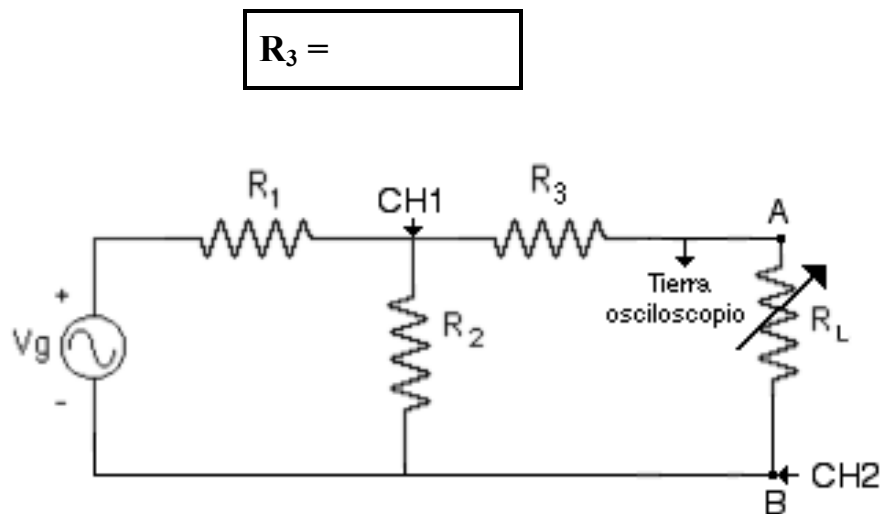

Figura 7.4.- Circuito para comprobar el teorema de Máxima Transferencia de Potencia con R_L variable utilizando el osciloscopio
13.-Teorema de Máxima Transferencia de Potencia (R_L variable): El circuito anterior se va a utilizar para comprobar el Teorema de Máxima Transferencia de Potencia cuando se conecta una carga resistiva, utilizando el osciloscopio y midiendo la corriente I_L en forma indirecta, a través del voltaje sobre R_3 . Mida con el óhmetro el valor de la resistencia R_3 y conecte las dos puntas del osciloscopio como se indica en la Figura 7.4, asegurándose de que el osciloscopio esté flotando. El voltaje sobre la resistencia de carga R_L está invertido, por lo que debe invertir el canal correspondiente para obtener las señales en el osciloscopio con la polaridad correcta. Use como resistencia variable una década de resistencias.